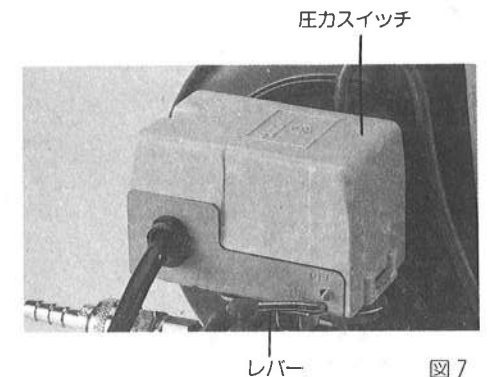

図7
- 圧カスイッチにON、OFFのレバーがついています。出荷時はレバーをONにしてありますので電源を入れますと即には作動します。(図7参照)